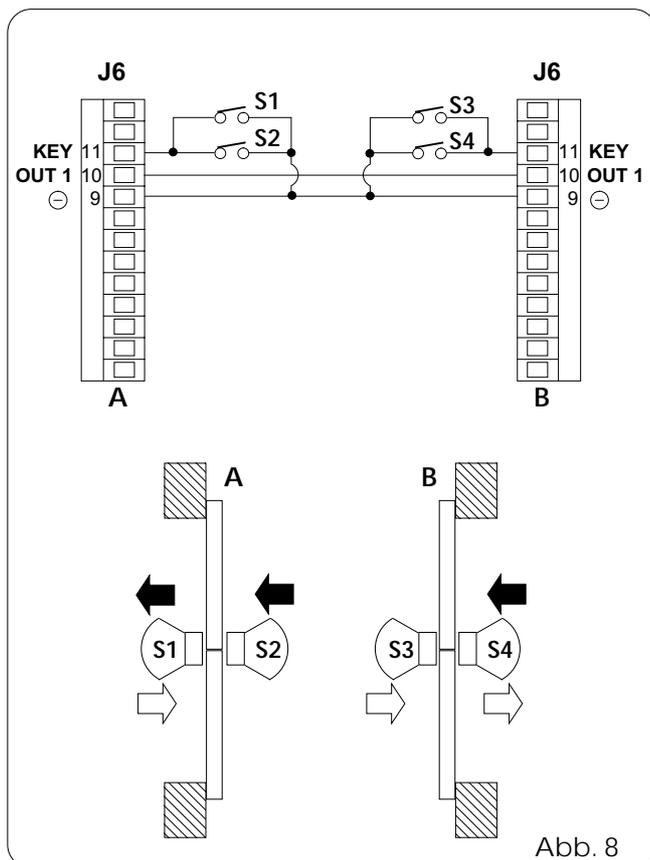

Abb. 8
- Die Anschlüsse zwischen den Klemmenleisten J6 der beiden Karten 940 940SDM und der Sensoren gemäß Abb. 8 ausführen.